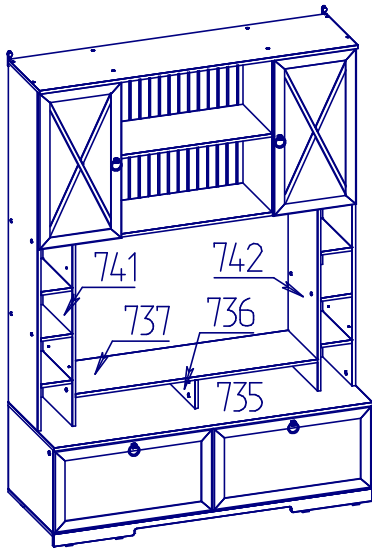
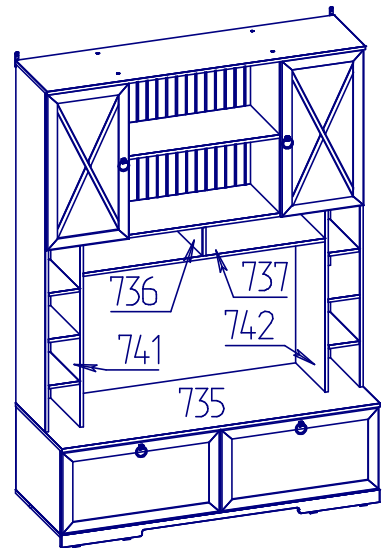

Рис.1
Рис.2
1. Шкаф МЦН можно собрать в 2-х исполнениях (рис.1, рис.2) Исполнение рекомендуется выбрать до начала сборки изделия.